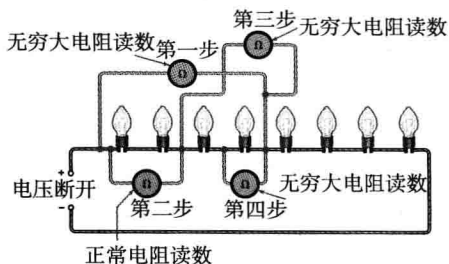

图 3-33 习题 50 图
50. 在图 3-33 所示的电灯电路中，试根据显示的欧姆表读数指出故障灯泡。